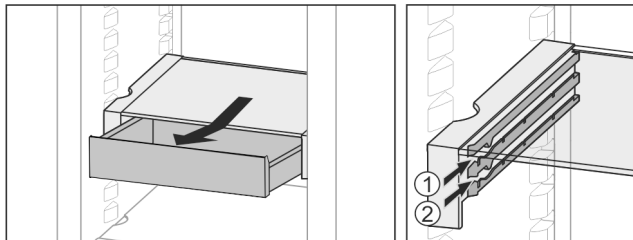

Fig. 21
- ▶ Na dowolnej wysokości Fig. 21 (1) lub Fig. 21 (2) wsuwać.